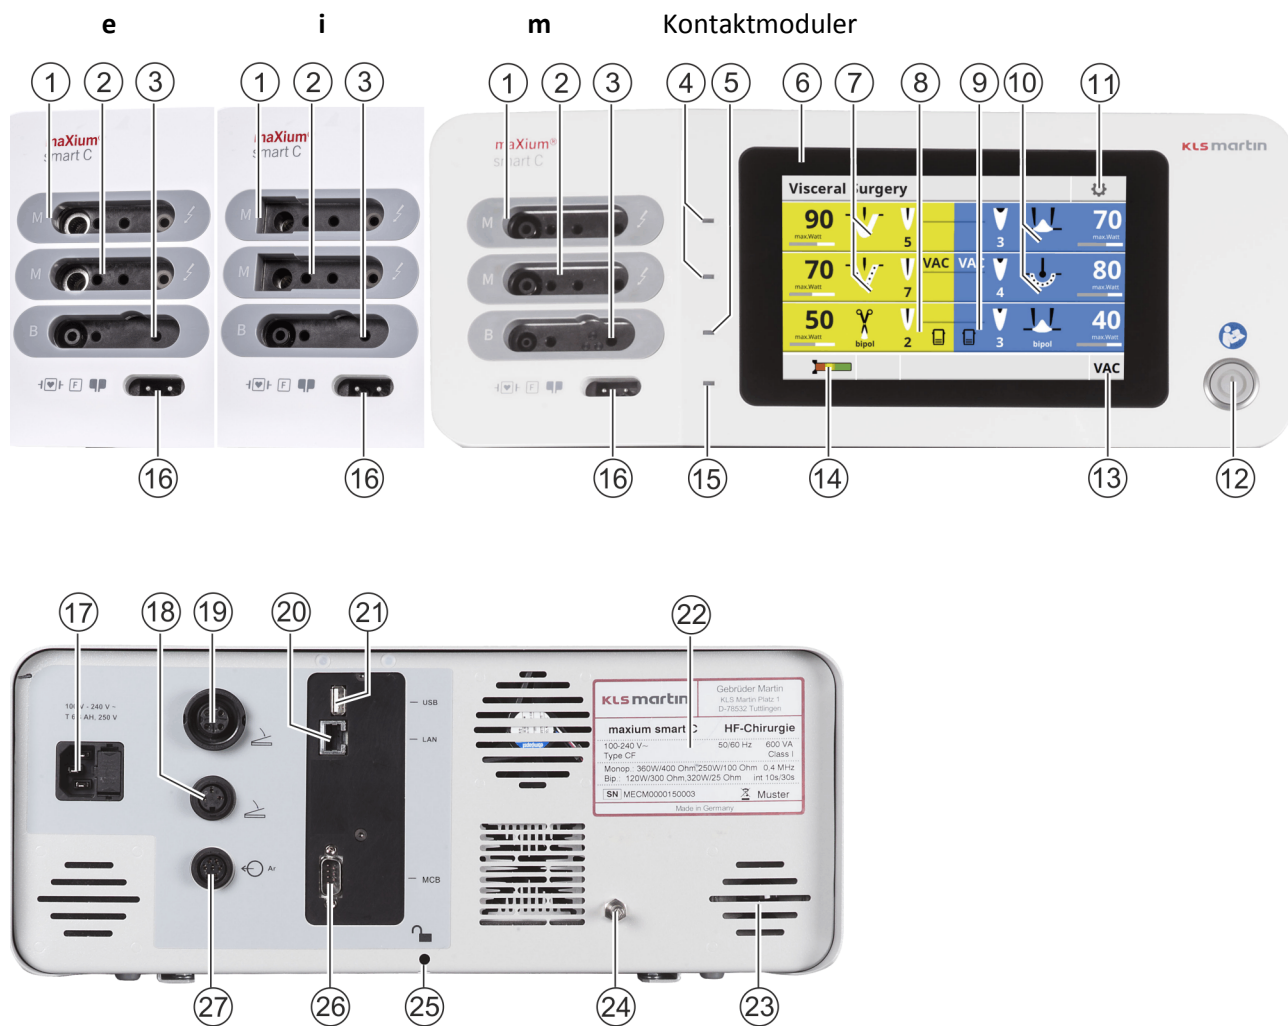

Fig. 6-1: maxium® med kontaktmodul e, i og m
Tilkoblingskontakten (16, Fig. 6-1 for tilkobling av nøytralelektrodekabelen er egnet til en symmetrisk (vinklet) plugg iht. US-standard.
- en dobbeltpedals fotbryter på tilkoblingskontakten (19, Fig. 6-1)
- en enkeltpedals fotbryter på tilkoblingskontakten (18, Fig. 6-1)
På tilkoblingskontakten (19, Fig. 6-1) for dobbelpedal-fotbryteren brukes forskriftsmessig den gule pedalen både til monopolar og bipolar skjæring, og den blå pedalen brukes til monopolar og bipolar koagulering. Den gule pedalen kan fritt tilordnes enhver skjærekanal, og den blå enhver koaguleringskanal.
Den ekstra tilkoblingen til en ekstra enkeltpedal-fotbryter (18, Fig. 6-1) muliggjør aktivering av et instrument både i monopolar område (skjæring / koagulering) og i bipolar område (skjæring / koagulering). Pedalen kan fritt tilordnes alle skjære- eller koaguleringskanalene.
For tilkobling av maxium® smart Beam er tilkoblingskontakten (27, Fig. 6-1) utstyrt. Via denne forbindelsen foretas styring og strømforsyning av maxium® smart Beam.
MCB-grensesnittene (26, Fig. 6-1) brukes til innlemming av eksterne ekstraapparater, slik som røykgassavsug, i et integrert operasjonssystem.
USB-grensesnittet (21, Fig. 6-1) brukes til programvareoppdatering.
Potensialutjevning er den godt ledbare elektriske forbindelsen til huset til apparatene under hverandre og med jord. Denne sørger for at apparatene alltid, også ved en elektrisk feil, beholder likt potensiale. En potensialutjevning er foreskrevet for bestemte operasjonssaler, f.eks. for intrakardiale inngrep. Den kan opprettes via en potensialutjevningstilkobling (24, Fig. 6-1). Den nødvendige tilkoblingskabelen for dette følger ikke med, men kan fås hos oss ved behov, REF 80-260-50-04.
maxium® smart C er utstyrt med en bredbåndsnettdel slik at nominell verdi for nettspenning kan ligge på mellom 100 V og 240 V uten at nettområdet må kobles om. Nettilkoblingen (17, Fig. 6-1) inkluderer også sikringen av apparatet med to sikringer T 6,3 AH, 250 V.
Til styring av maxium® smart C finnes i tillegg til **PÅ/AV**-knappen (12, Fig. 6-1) en berøringsskjerm (6, Fig. 6-1).
Etter forskriftsmessig klargjøring og oppstilling av maxium® smart C (se nasjonale installasjons- og driftsforskrifter samt nasjonale forskrifter for brann- og eksplosjonsbeskyttelse) kan apparatet settes klar til drift i de angitte områdene med **PÅ/AV**-knappen (12, Fig. 6-1).